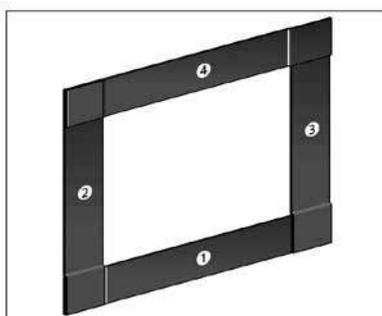

Figure 7: Principe des recouvrements
4) la bande horizontale haute (figure 7)